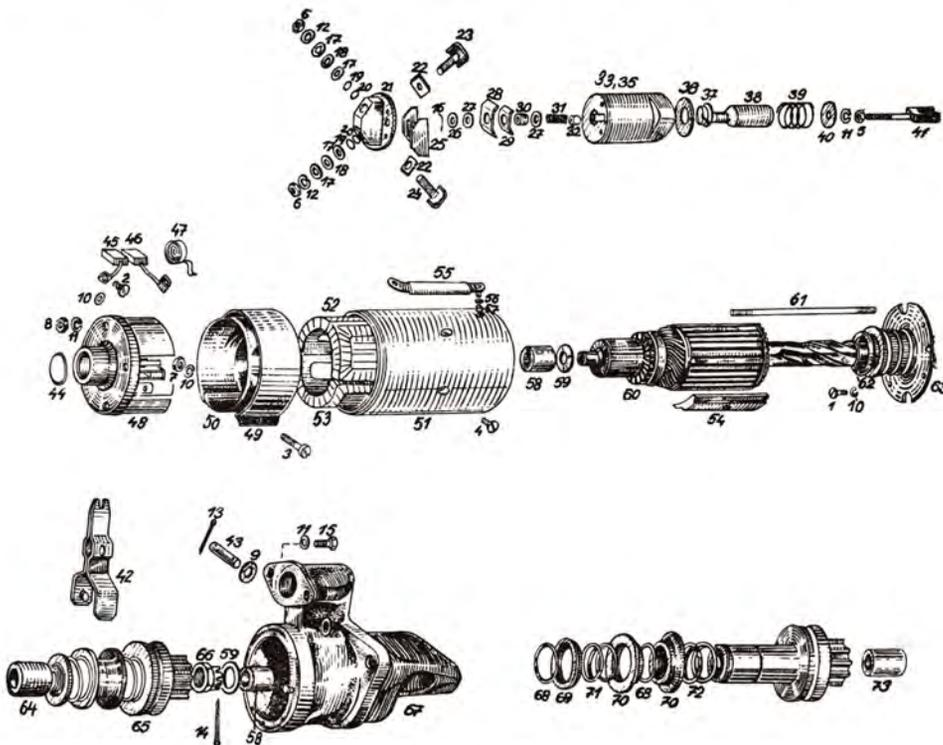

Abb. 59
Der Anlasser ist ein Reihenschluss-Elektromotor, für kurzfristigen Betrieb konstruiert. Das Anlassritzel ist ein Bestandteil des Freilaufes (Abb. 59/65), der am Steilgewinde der Welle verschiebbar aufgesetzt ist. In Eingriff wird er mittels eines zweiarmigen Hebels (Abb. 59/42) gebracht, der in die Muffe am Freilauf eingreift. Auf den Hebel wirkt die Zugkraft des Elektromagneten, der durch einen Druckknopf betätigt wird.
2. Die Mutter der Klemmschraube (Abb. 59/3) ist abzuschrauben und das Deckband (Abb. 59/49) abzunehmen.
3. Die Schraube M 5 (Abb. 59/2), welche die Bürstenskabel-Enden befestigen, sind auszuschauben und herauszunehmen.
5. Die Ausführung (Abb. 59/55) des Anlassers ist vom Schalter zu lösen.
6. Der Stator (Abb. 59/51) ist vom Lastendeckel (Abb. 59/67) abzunehmen.
12. Die Gabel des Muffenhebels (Abb. 59/41) ist zu
1. Der Schalterdeckel (Abb. 59/21) ist durch Ausschrauben von vier Schrauben M 4 abzunehmen.
2. Zwei Muttern (Abb. 59/6) der Kontaktschrauben (Abb. 59/23) sind abzuschrauben, die Sicherungsunterlagscheiben abzunehmen, die Isolations- und Metallunterlagscheiben sind zu entfernen. Nach Lockerung der Kontaktschraube fallen aus dem Schalterdeckel die Isolierscheiben heraus.